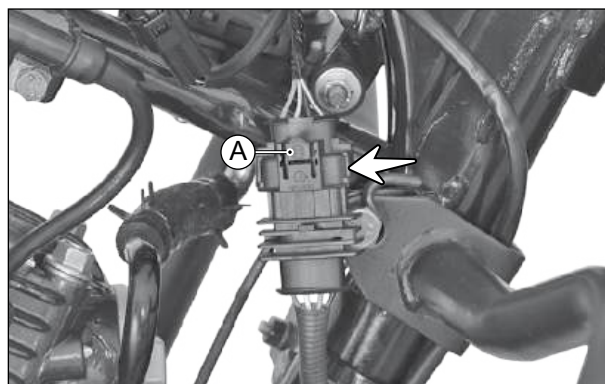

Fig. 5.29
- O conector do sensor de O₂ está localizado no lado direito do chassi. (Fig. 5.29)
- Pressione a trava (A) e desconecte cuidadosamente o conector do sensor de O₂ da fiação. (Fig. 5.29)